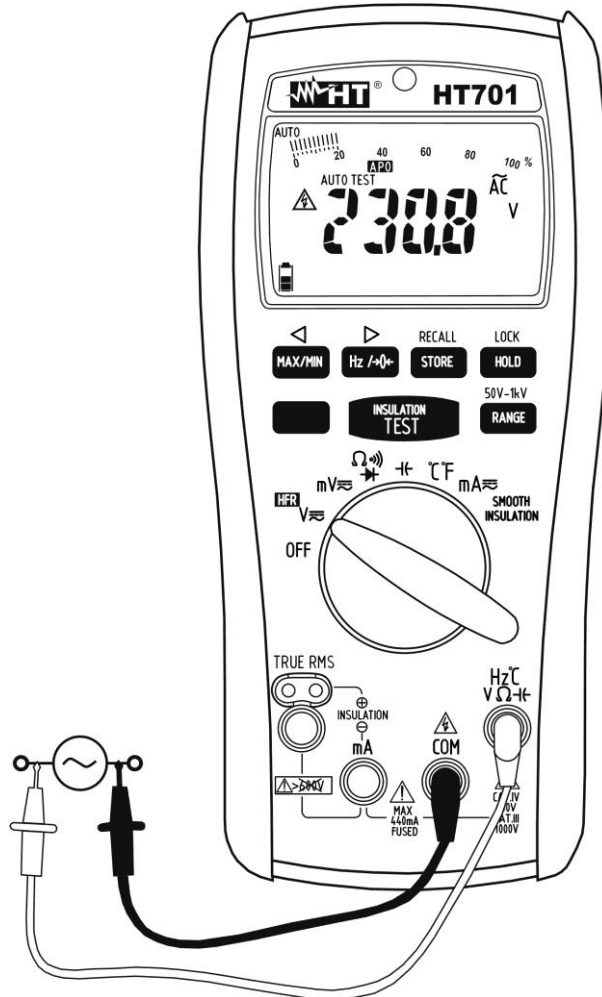

Fig. 3 : Utilisation de l'instrument pour mesure de tension AC
4. Insérer le câble rouge dans l'entrée du jack  $Hz^{\circ}CV\Omega Hz$  et le câble noir dans l'entrée du jack **COM** (voir la Fig. 3).